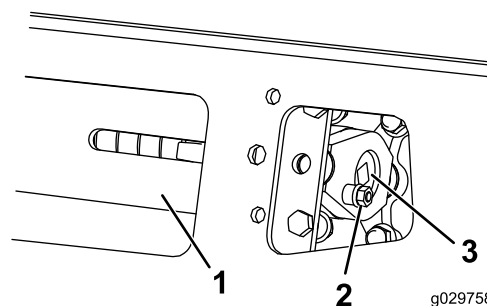

Figura 59
- Rimuovete il bullone di bloccaggio, il distanziale e il dado (Figura 59).
- Allineate l'intaglio più vicino della vite di tensione al foro del bullone di bloccaggio e fissate la vite con il bullone di bloccaggio e il dado (Figura 59).
4. Togliere il bullone di bloccaggio e il dado (Figura 59).
5. Utilizzando un cricchetto di trasmissione da 1/2", rilasciate la tensione di trasmissione ruotando la vite di tensione in senso orario (Figura 59 e Figura 65).